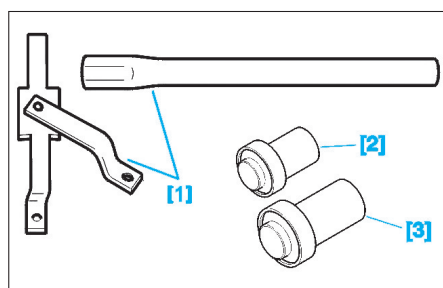

Fig. 1
- [2] Tampons de montage des joints à lèvres de sortie de pont, côté gauche (réf. 0332-A) (Fig.1).